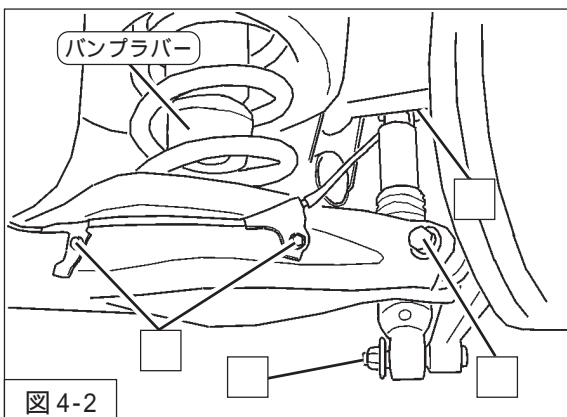

図 4-2
3. リアスプリング (同梱品) を車両に取付けてください。(図4-2)
4. ロアアームをジャッキで下から支えながら、リアダンパーASSY (同梱品) ダンパーアップ取付ボルト (締付トルク: 64N・m) ダンパーロア取付ナット (締付トルク: 64N・m) ロアアーム取付ボルト (締付トルク: 74N・m) ホイールセンサコード取付ボルト (締付トルク: 9.3N・m) を車両に取付けてください。(図4-2)